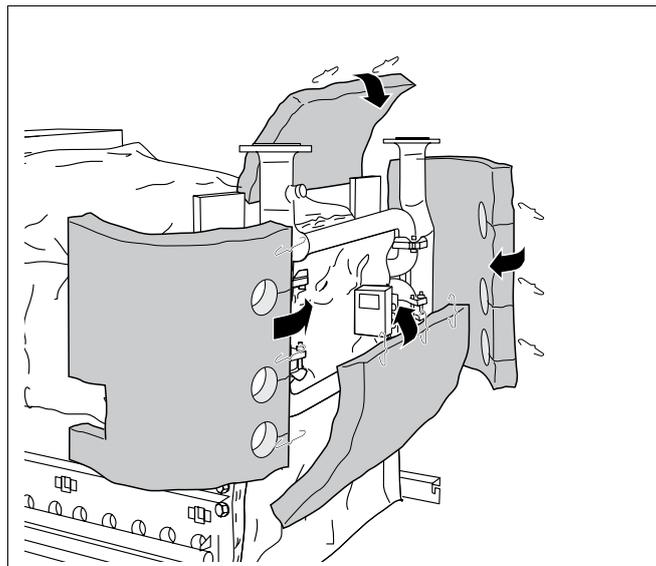
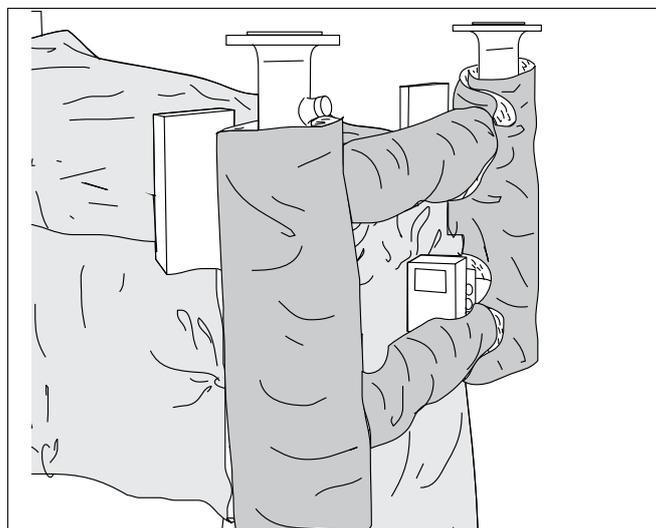

Рис. 51 Укладка теплоизоляции на трубы
Рис. 52 Смонтированная теплоизоляция на трубах
**Укладка теплоизоляции на трубы (рис. 51 и рис. 52).**
- Обернуть теплоизоляцию (справа и слева) вокруг вертикальных труб и соединить пружинными крючками. Через верхний и нижний круглые вырезы проводятся соответствующие горизонтальные трубы (рис. 51).
- Сервомотор выводится через средний круглый вырез (рис. 51).
- Обернуть теплоизоляцию (вверху и внизу) вокруг горизонтальных труб и соединить пружинными крючками (рис. 51).